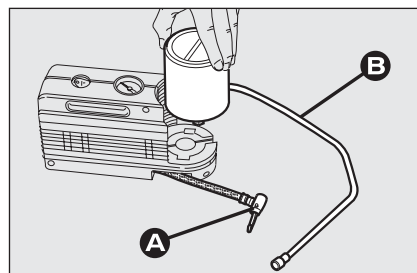

рис. 14
- ❑ Разомкните соединение **А-рис. 14**;